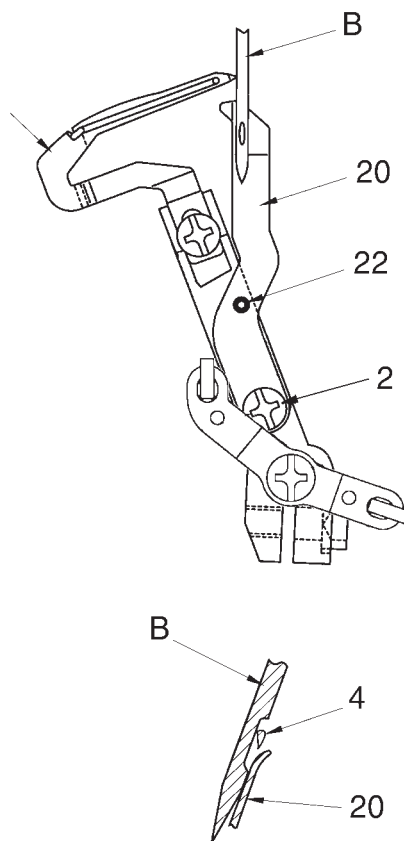

Рис. 42
В тот момент, когда носик левого оверлочного петлителя 4 при движении вправо установится точно на осевой линии иглы В или соответственно А, иглы должны вплотную прилегать к заднему игольному предохранителю 20 (рис. 42).
- Сместите держатель игольного предохранителя 20 против рычага петлителя и установите его параллельно иглам согласно рис. 42.